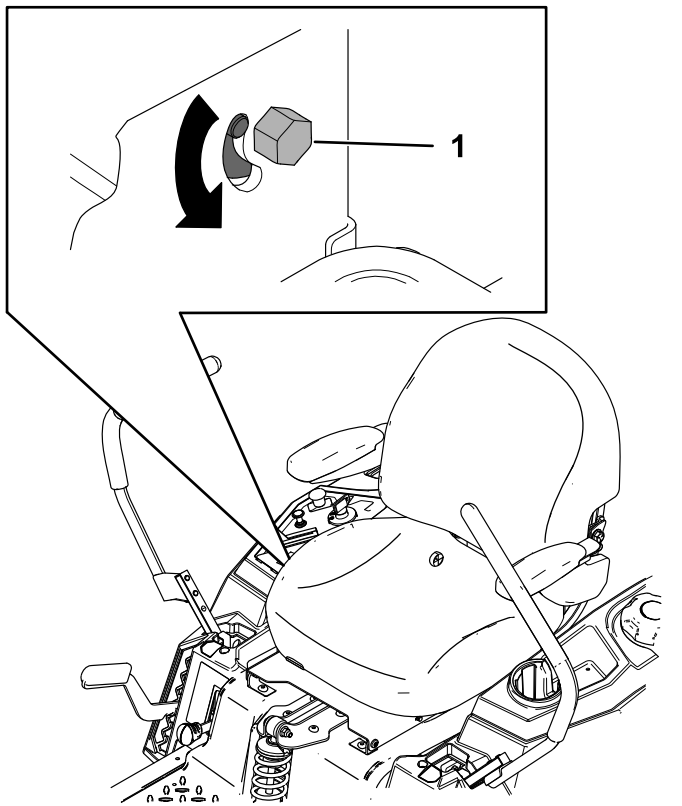

図 52
3. 調整が必要な側の走行コントロールレバーの近くにあるトラッキング調整ボルトを探し出す 図 52。